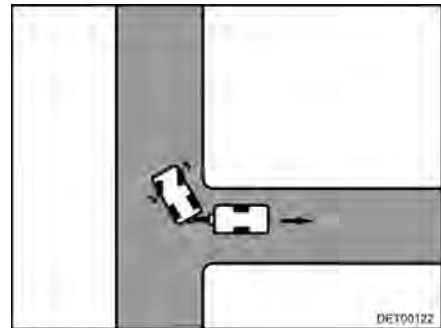

Fig. 16 Sterzare verso destra
- Sterzare verso destra e spostarsi con prudenza in retromarcia (Fig. 16).